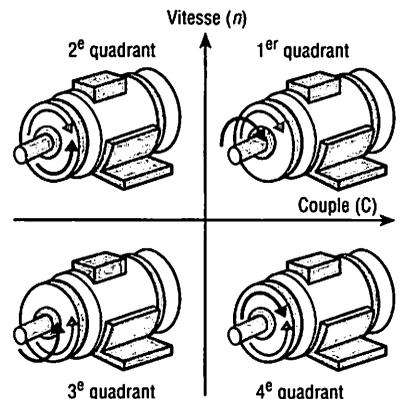

Fig. 14 : Fonctionnement en quatre quadrants.
c) Les quatre quadrants (fig. 14)